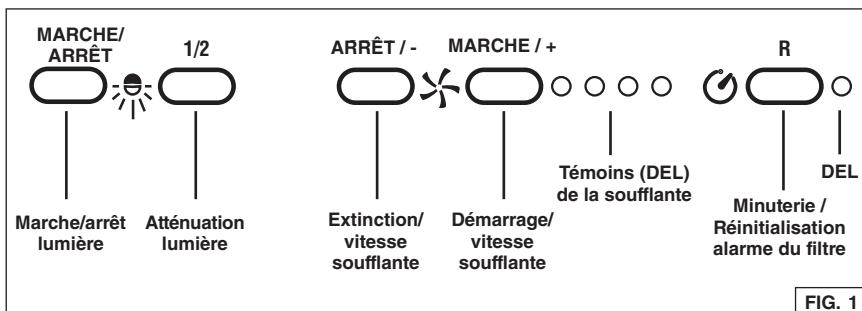

FIG. 1
La hotte s'utilise à l'aide des (5) boutons-poussoirs situés sur le devant de la hotte. Fig. 1.